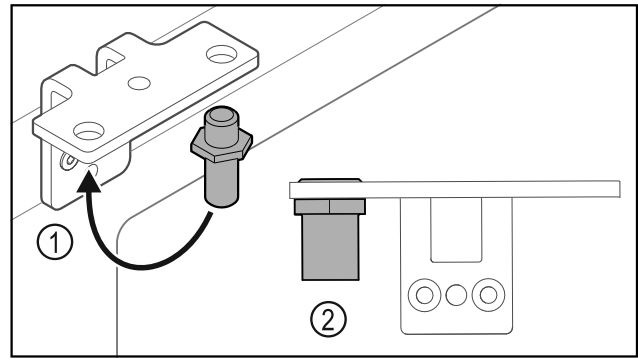

Fig. 37
- ▶ Perkelkite kaištį Fig. 37 (1) šarnyriniame kamputyje.
- ▶ Priveržkite kaištį Fig. 37 (2) **12 Nm** sukimo momentu.